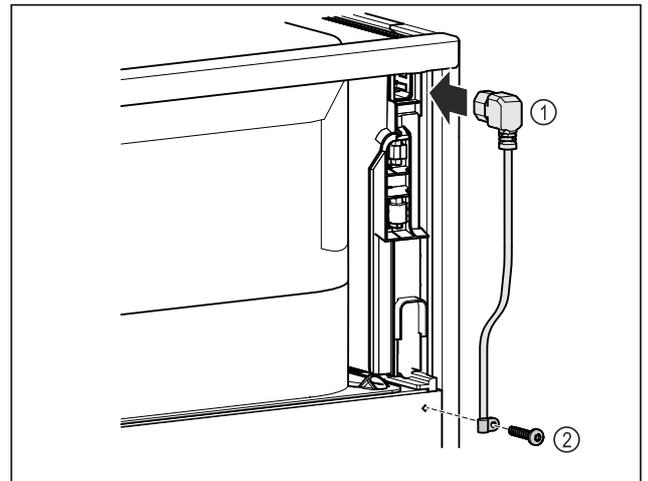

Fig. 13
- Au dos de l'appareil, brancher la prise pour appareil froid du câble d'alimentation Fig. 13 (1).
- Monter le serre-câble. Fig. 13 (2)